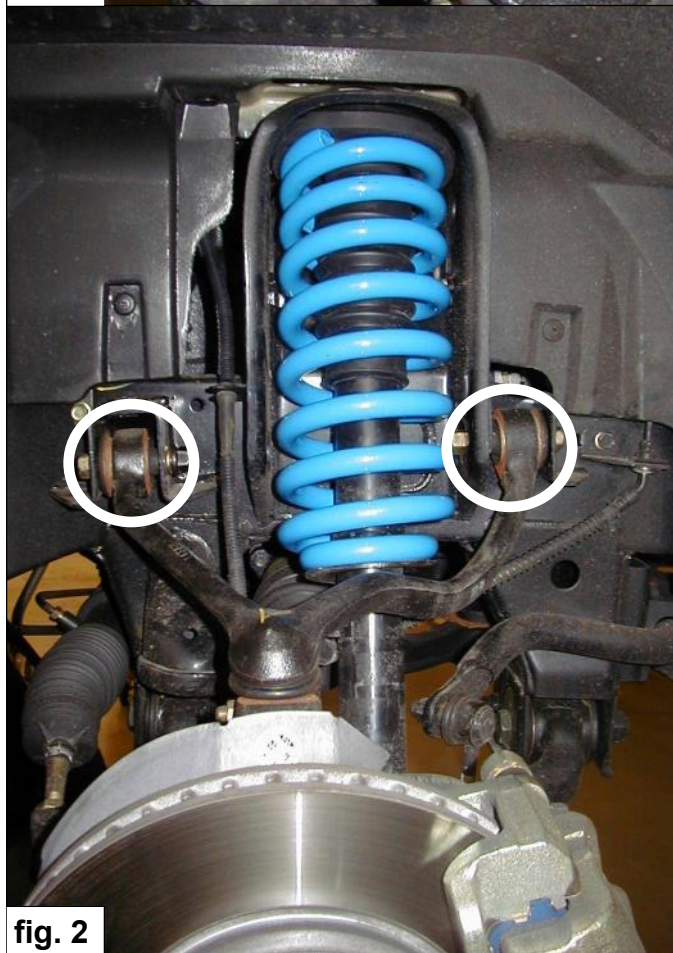

fig. 2
4. Verwijder de bouten van de draagarm. Zie fig. 2.